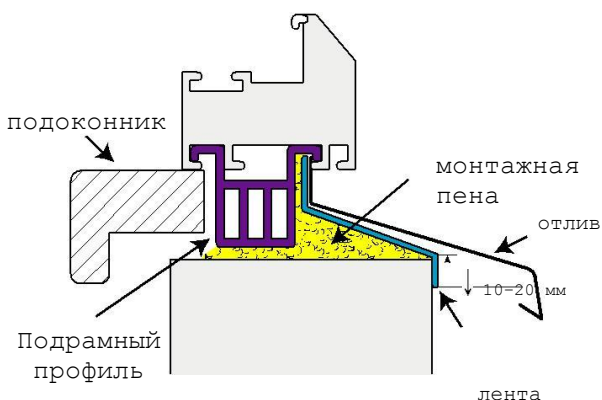

Рис. 11
Поверх обрезанной пены наклеить гидроизоляционную ленту с нахлёстом 10–20 мм на наружную часть стены (рис. 11).
- Установить с уличной стороны отлив, заведя его в паз в нижней части рамы и прикрепить с помощью саморезов 4x25 к подставочному профилю (рис. 11).
- Установить со стороны помещения подоконник (рис. 11)